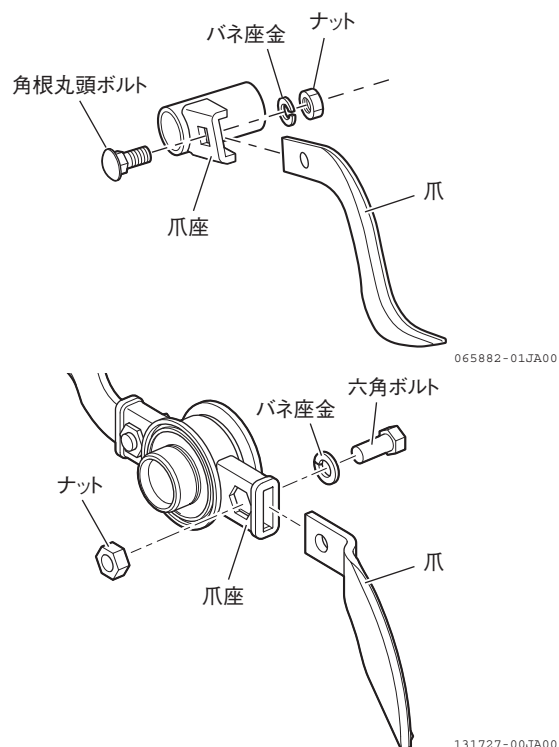

図 4-30 爪交換
1. 耕うん爪の取付ボルトを外して、爪を交換します。(図 4-30)